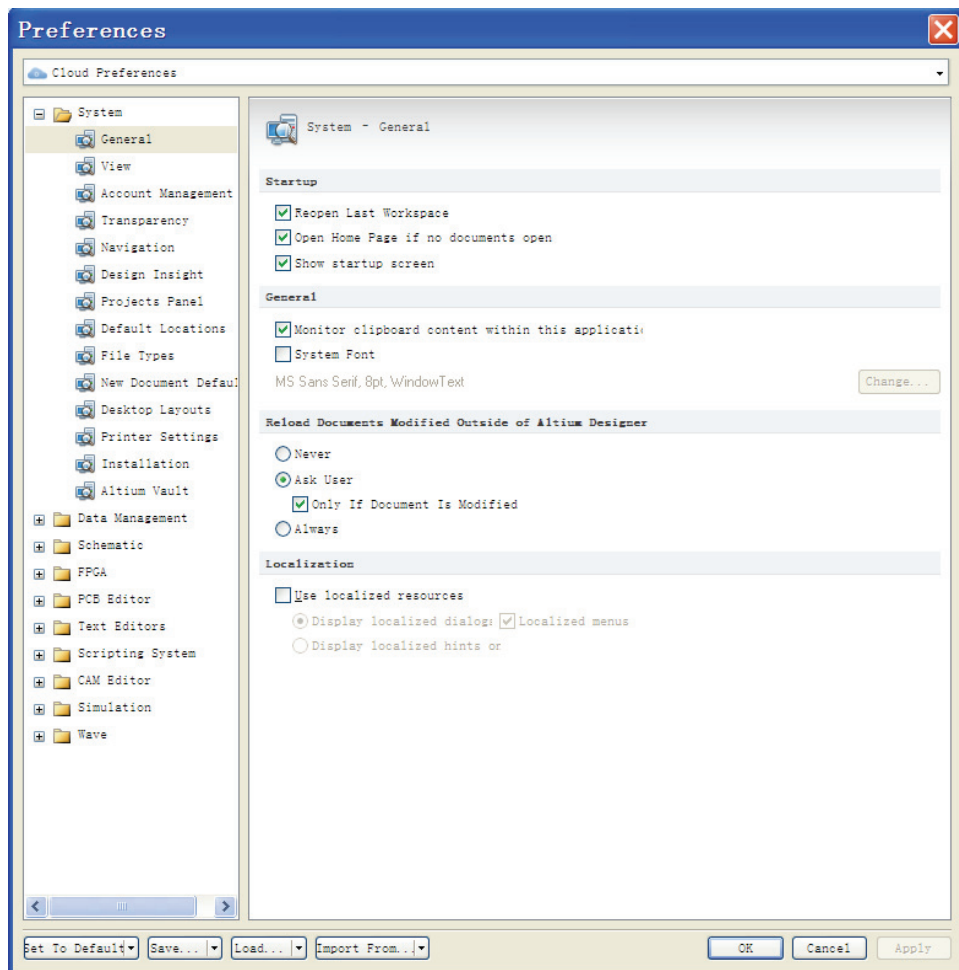
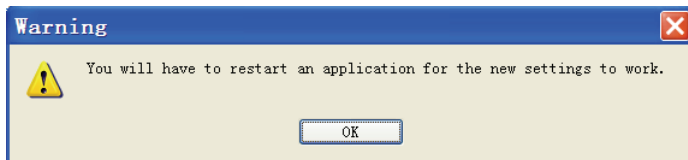

图 1-13 系统参数设置对话框
图 1-14 新设置应用警告窗口
- (2) 在系统菜单中单击【Preferences】命令，弹出系统参数配置对话框，如图 1-13 所示。
(3) 勾选图 1-13 右下方使用本地化资源命令项 ☒ `Use localized resources`，随即弹出一个新设置应用警告窗口，如图 1-14 所示。
(4) 单击图 1-14 中的 `OK` 按钮，再单击图 1-13 中的 `OK` 按钮确认。
中文界面的退出和进入的步骤类似，区别在于去掉图 1-13 中使用本地化资源命令项 ☒ `Use localized resources` 的选中状态，重新启动系统，即可恢复英文界面。